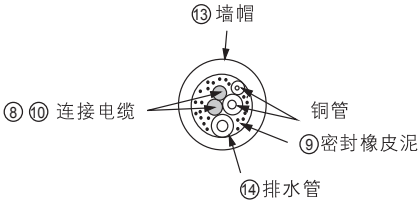
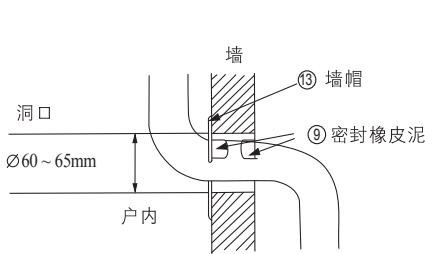

图32
图 30
- 2 用附件⑬墙帽及附件⑨密封橡皮泥来整理墙上的洞,如图30、图31、及图32。